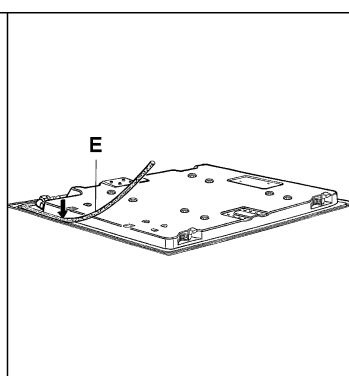

FIG. 5
- Rovesciare il piano e posizionare correttamente la guarnizione "E" (fig. 5) sotto il bordo del piano in modo che il lato esterno della guarnizione stessa combaci perfettamente con il bordo perimetrale esterno del piano. Le estremità delle strisce devono combaciare senza sormontarsi.